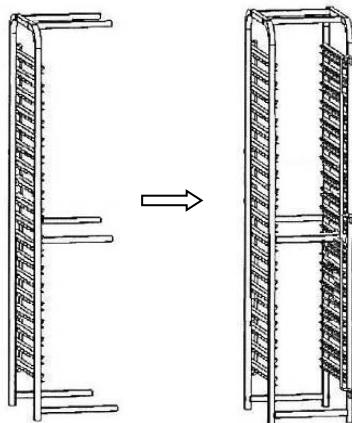

Рис. 1
1. Сначала к одной из боковых частей тележки (**рис. 1**) следует прикрепить 6 перекладин (вверху, посередине и внизу).